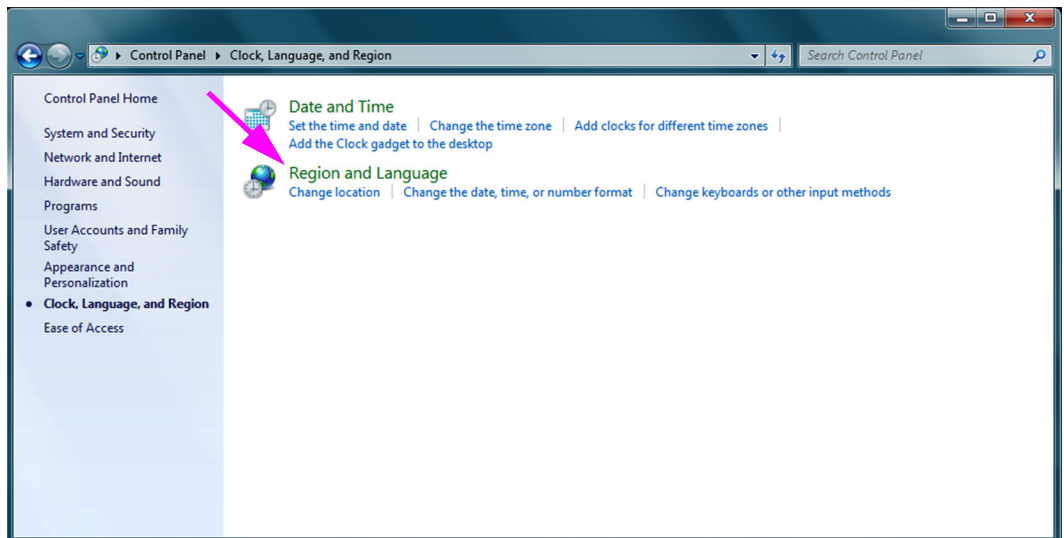

Figura C-14. Fereastra Ceas, limbă și regiune
4. Apare fereastra Ceas, limbă și regiune (Clock, Language, and Region) (consultați Figura C-14). Faceți clic pe **Regiune și limbă (Region and Language)**.